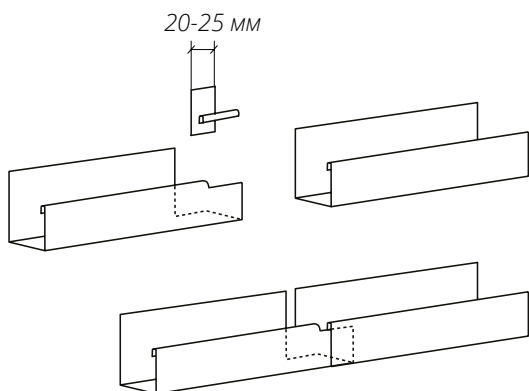
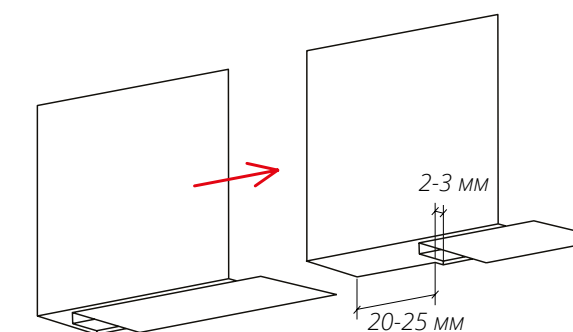

Рис. 8
Рис. 9
- Перед установкой подготовьте планку, которую планируете наращивать, как показано на рис. 8 для J-профиля и на рис. 9 для J-фаски.